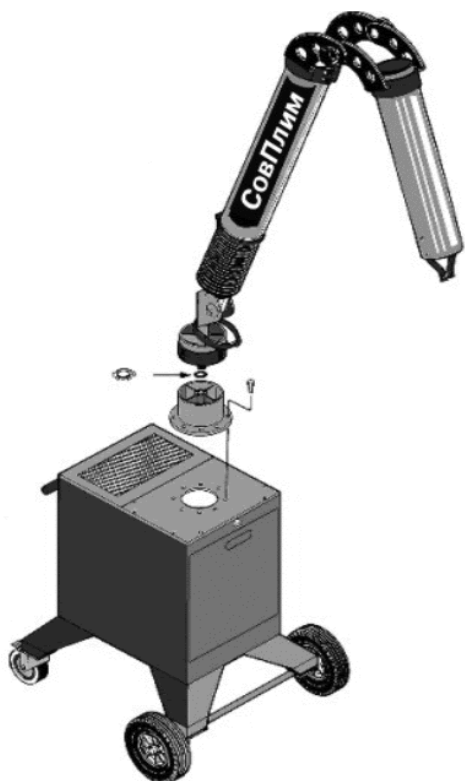

Рисунок 8.3.
- 8.2.2 Присоедините резиновое кольцо к внутреннему звену рычага и установите рычаг на агрегате (см. рис. 8.3.).